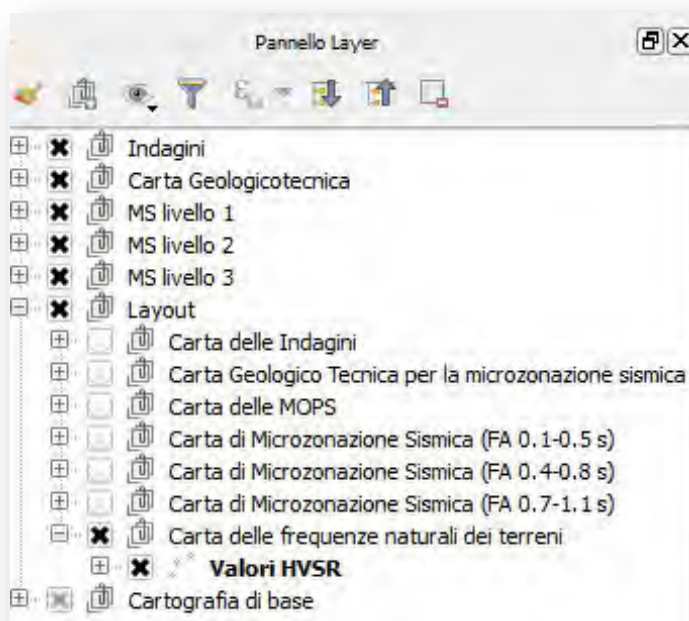

Figura 32 – Pannello Layer con il group layer dei layout e le rispettive mappe con i layer filtrati sugli oggetti da rappresentare
- sempre all'interno del Pannello Layer, nel group layer “Layout”, selezionare il group layer con il nome della carta che si vuole stampare (Figura 32);